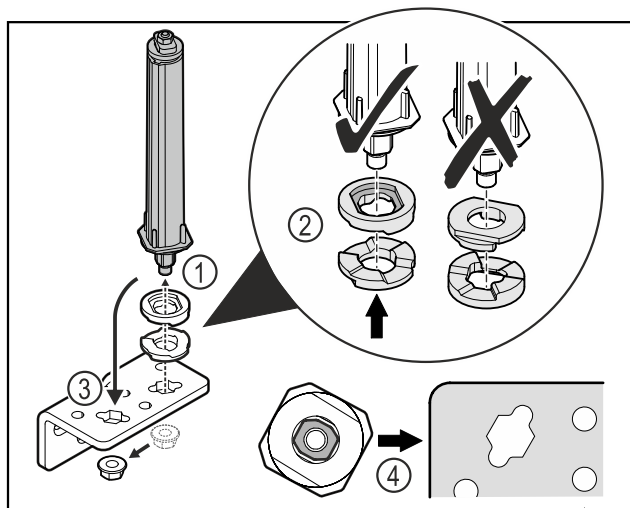

Fig. 30
- Svitare il dado e rimuovere il sistema di chiusura della porta Fig. 30 (1).
- Assicurarsi che le rondelle per la regolazione dell'altezza siano rivolte nel verso giusto Fig. 30 (2).
- Spostare il sistema di chiusura della porta nella cerniera angolare e fissarlo con il dado Fig. 30 (3).
- Durante l'inserimento del sistema di chiusura della porta assicurarsi che sia rivolto nel verso giusto Fig. 30 (4).